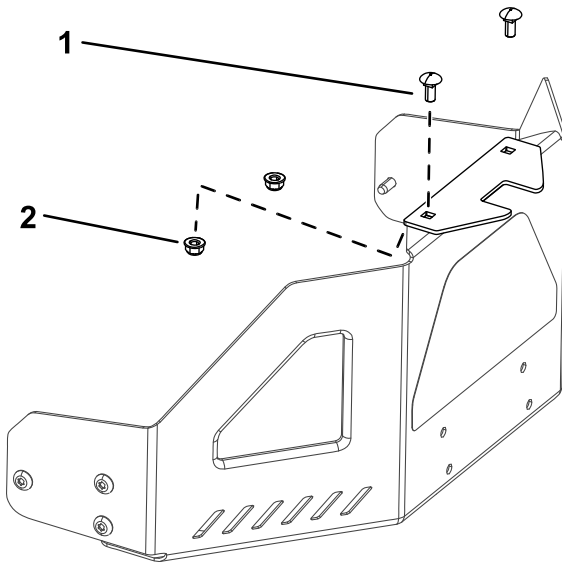

Figura 7
1. Montai suport pentru stabilizator la apărătoarea pentru motor folosind 2 uruburi de fixare (5/16 x 3/4") i 2 contrapiulie (5/16") Figura 7.